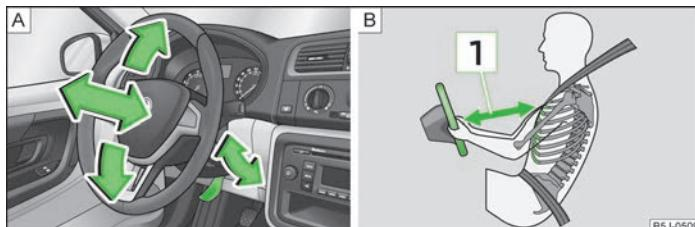

Fig. 81 Volante regulable: Palanca debajo de la columna de dirección/distancia segura hasta el volante
- Mantener a una distancia mínima de 25 cm hasta el volante **1** » fig. 81 de la página 81 -  Si no respeta la distancia mínima, el sistema de airbag no podrá protegerle - ¡Peligro de muerte!
- Girar la palanca situada debajo del volante hacia abajo » fig. 81 - A.